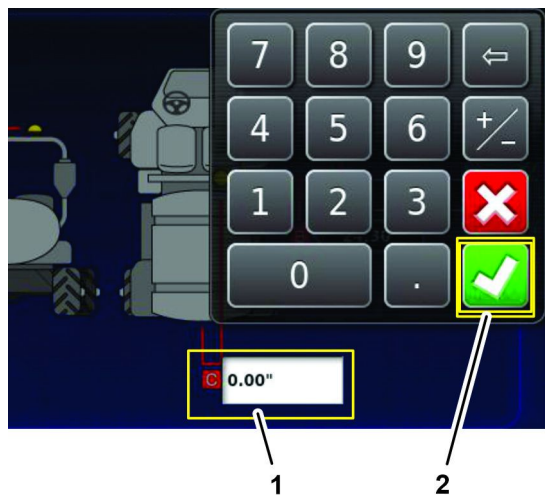

Рисунок 191
3. Нажмите на значок расстояния между осевой линией машины и центром спутникового приемника (C), с помощью клавиатуры на экране введите результат измерения, записанный в таблице геометрических характеристик машины в разделе Измерение геометрических характеристик машины \(страница 91\), и нажмите на значок подтверждения (Рисунок 191).